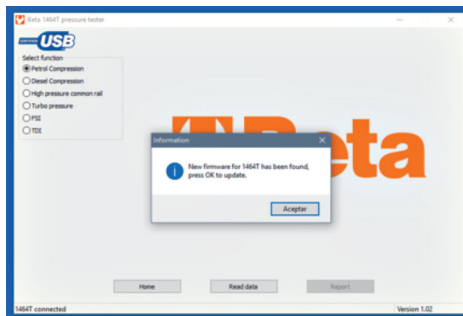

Fig. 4
- Una volta rilevato il tester, il PC verifica se nel server Beta è presente un nuovo firmware e avvisa l'utilizzatore. Vedi fig. 4.